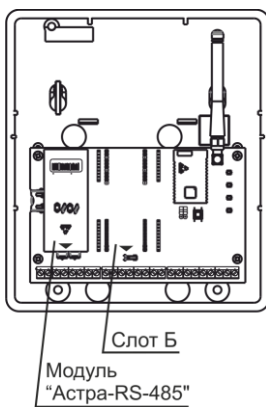

Рисунок 2
**3)** установить модуль в свободный слот на плате ППКОП, при этом модуль ориентировать по маркировкам (треугольникам), нанесенным на платы модуля и ППКОП (см. рисунок 2):